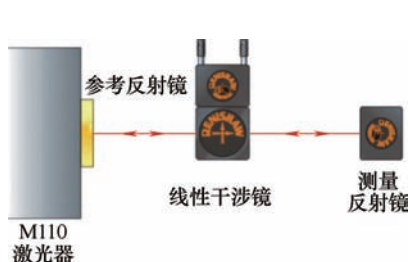

图 1
(4) 安装干涉镜组及反射镜组在测量轴上,根据所测量的轴与激光头方向平行或垂直,确定是透射方式还是反射测量方式,透射测量需要将反光镜固定到分光镜反射侧(见图1)。